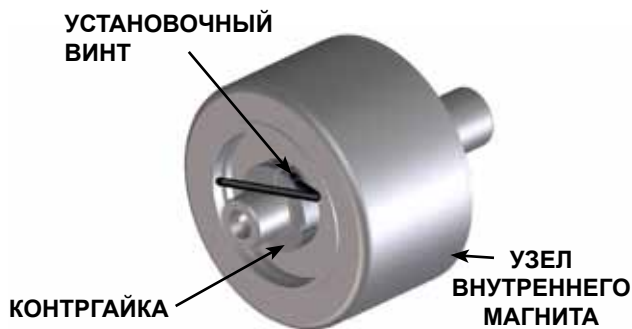

РИС. 8
- осторожность при извлечении направляющего вала из насоса посредством прямого вытягивания. Проверьте состояние втулки контейнера (64) на износ. Если втулка требует замены, обратитесь ниже к Разделу «Установка втулки».
11. Не извлекайте уплотнительное кольцо из его гнезда между переходной плитой (67) и направляющим валом, если только оно не повреждено, особенно если оно изготовлено из герметизированного тефлона. Если необходима установка нового уплотнительного кольца, обратитесь ниже к Разделу «Монтаж насоса».
12. Введите латунный прут в ротор (36) через зазор между двумя зубьями ротора и удалите разрезную контргайку (66), см. **Рис. 8**. Плавно отведите узел внутреннего магнита от вала. Убедитесь при этом, что упорное кольцо (60) не выпало из узла внутреннего магнита. Если упорное кольцо (60) попадает в шпонку вала (62), оно может быть повреждено. Помните о том, что магнит очень мощный. Проверьте узел магнита на износ или повреждения, и, при необходимости, замените его. Если требуется дальнейшая разборка, переходите к следующей операции.
13. Удалите шпонку вала из роторного вала. Удалите внешнее упорное кольцо. Теперь можно извлечь ротор и вал (36) постукиванием по торцу вала молотком с мягким бойком. (Если таково молотка нет, можно